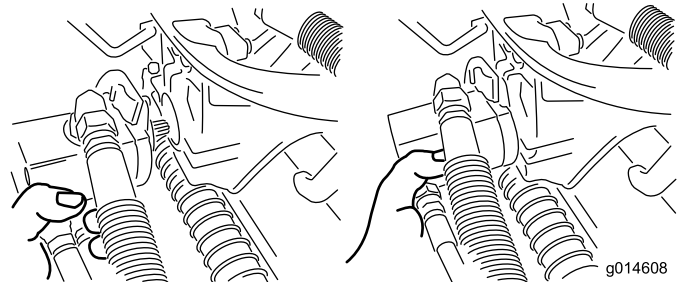

Figura 37
3. Mova o motor para o local de armazenamento na parte da frente do braço de suspensão (Figura 37).